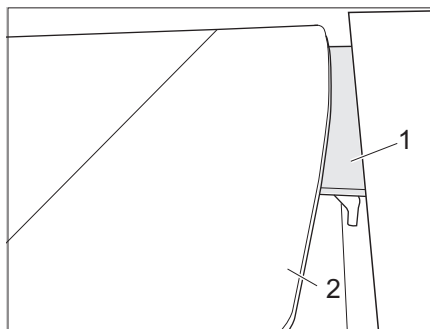

Fig. 112 Bajar la mesa
- Girar hacia abajo el tablero de mesa (Fig. 112,2) hacia el borde de apoyo (Fig. 112,1).